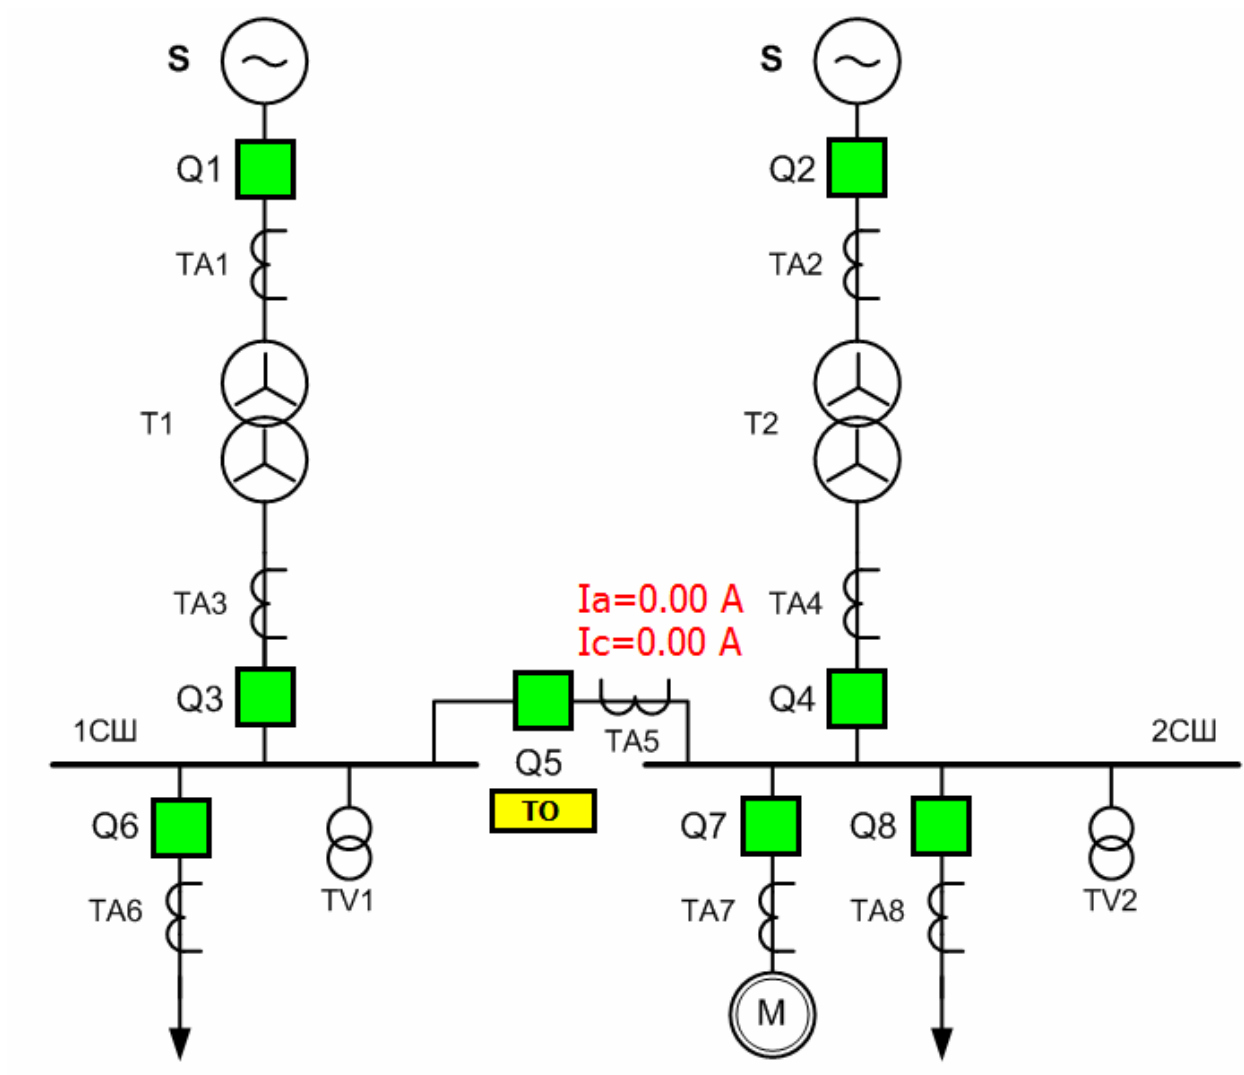

Рис. 1.2. Токовая отсечка секционного выключателя. Мнемосхема
- 2) На персональном компьютере запустить программный комплекс «DeltaProfi» (Пуск - Программы - Лабораторный комплекс - DeltaProfi). Открыть лабораторную работу командой «Работы - Релейная защита и автоматика Работа №01 Токовая отсечка секционного выключателя» (Рис. 1.2.).